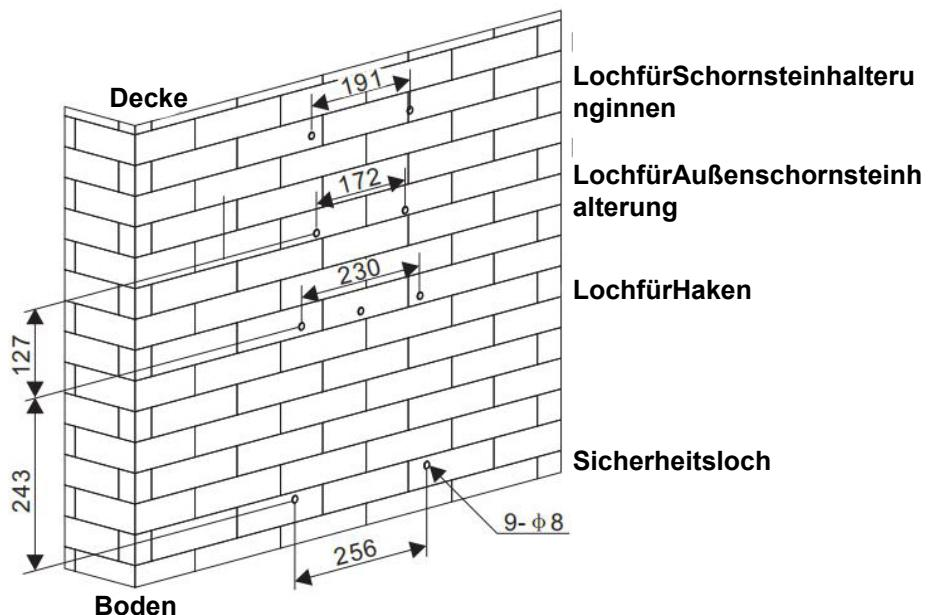
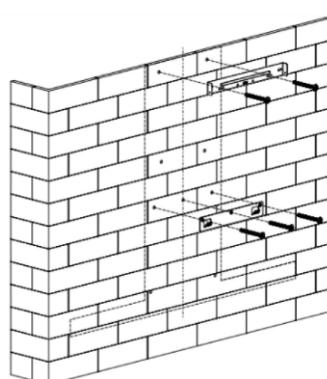

Abb. 2
Abb. 4
3. Nachdem Sie die Einbauhöhe der Dunstabzugshaube überprüft haben, bohren Sie 9 $\varphi 8$ Löcher für den Haken, die Innenschornsteinhalterung, die Außenschornsteinhalterung und die Sicherheitslöcher, und setzen Sie dann Dübel in die Löcher ein. Siehe Abb. 2 und 3. Befestigen Sie den Haken und die innere Schornsteinhalterung mit Schrauben St4*40mm an der Wand. Siehe Abb. 4.